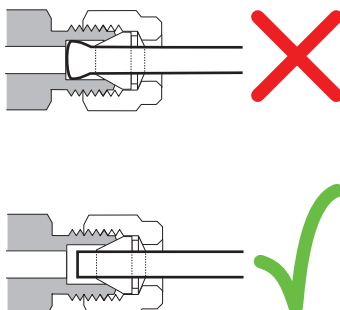

Figura 22 Conexão concluída
- 10** As conexões Swagelok correta e incorreta são mostradas na Figura 22. Observe que a extremidade da tubulação em